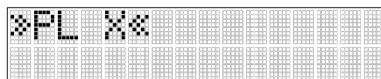

Abb. 25 PlaneLok vertikale X-Achse
b) Wenn Sie vertikal aufgestellt sind, drücken Sie die E-Taste (j) und lassen Sie sie los, um das Untermenü PlaneLok zu öffnen. Wählen Sie >>PL X<< für die X-Achse (siehe Bild 25). Drücken Sie den Knopf E (j), um PlaneLok zu starten.